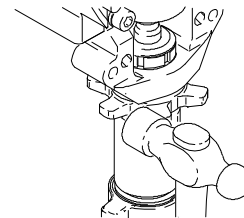

Fig. 17
6. Fig. 17. Desserrer l'écrou en tapant avec un marteau de 20 oz (maximum). Dévisser la pompe.